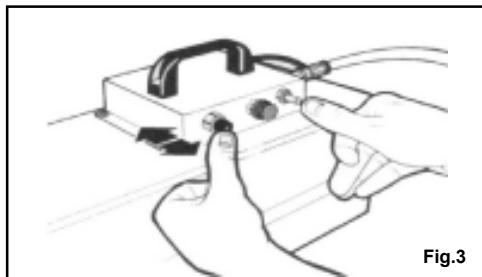

Fig.3
3. Druk de gasknop tot het einde in, en houdt de knop ingedrukt terwijl u herhaaldelijk de piëzoelektrische aansteker acti- veert (zie afb. 3).